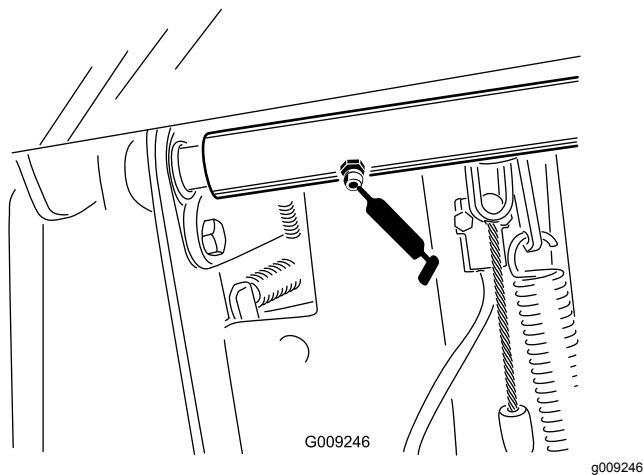

Figura 59
- 2 cuscinetti orientabili dell'albero del freno (Figura 59)